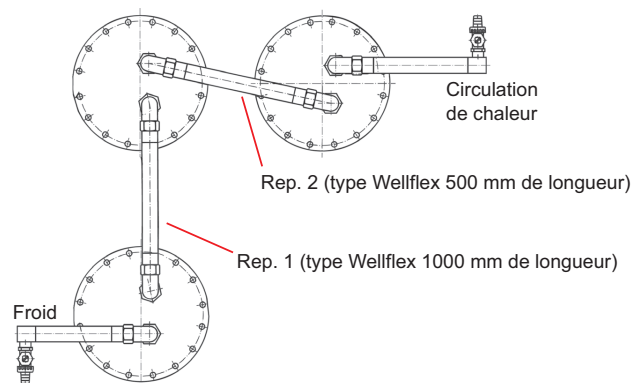

Fig. 1 : Schéma de raccordement PWD 750
- 1) Fixer le tube ondulé (de longueur 1000 mm, rep. 1) au point de raccordement supérieur de l'échangeur thermique de préchauffage et au point de raccordement inférieur de l'échangeur thermique en haut à gauche (fig. 1).
- 2) Fixer le tube ondulé (de longueur 500 mm, rep. 2) au point de raccordement supérieur de l'échangeur thermique de gauche et au point de raccordement inférieur de l'échangeur thermique de droite (fig. 1).